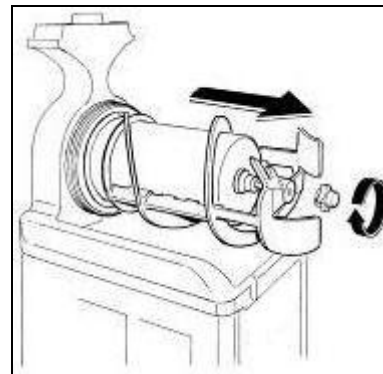

Fig. 16
- Dévisser le pommeau de fixation dans le sens de la flèche (filetage gauche) et sortir le groupe malaxeur et les joints d'étanchéité (voir fig. 16).